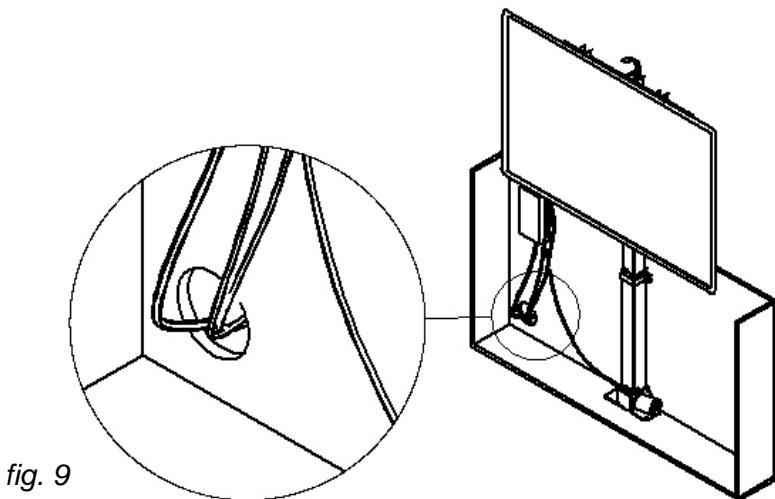

fig. 9
**REMARQUE:** N'oubliez pas de connecter tous les câbles lorsque le levage est en position haute (fig. 9) – de cette manière, vous vous assurerez que les câbles ont une longueur suffisante.